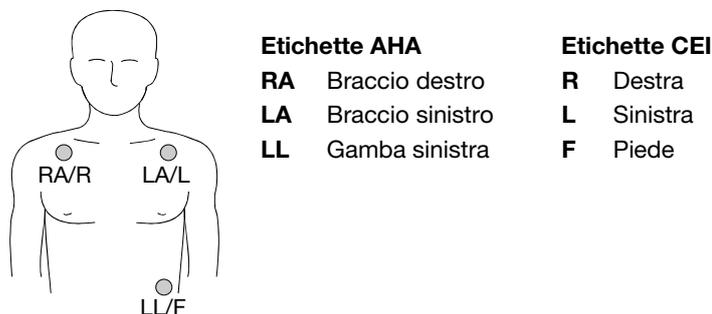

Figura 3-2 Collegamento degli elettrodi ECG per il monitoraggio ECG
- 2 Applicare gli elettrodi ECG al torace del paziente come illustrato nella Figura 3-2